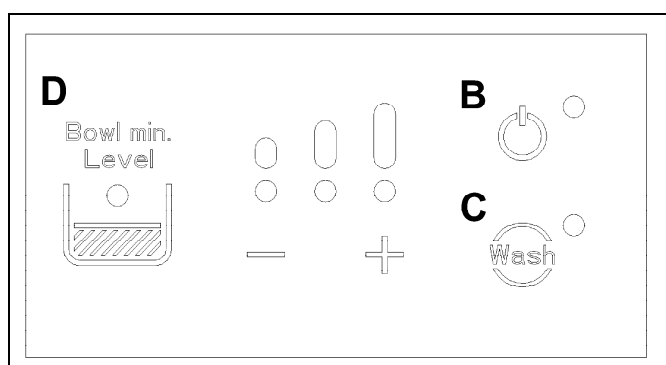

Fig. 9
- Sélectionner la modalité de fonctionnement souhaité à partir du panneau de commande (fig.9)
- Pour activer l'installation frigorifique en modalité refroidissement, presser la touche de mise en marche B situé sur le panneau de commande (fig. 9).
- Pour varier la consistance du produit, appuyer sur les touches + et - du clavier de commande (fig.9), en agissant sur le +, on notera une augmentation des LED allumés et, par conséquent, la consistance établie augmentera; au contraire, en agissant sur la touche -, on verra diminuer les LED allumés avec une baisse conséquent de la consistance (fig.9).
- Pour activer la modalité lavage, il faut appuyer sur la touche WASH (touche C sur la figure 9) après avoir éteint l'installation frigorifique en appuyant sur la touche de mise en marche B et en s'assurant que le LED correspondant est bien éteint.